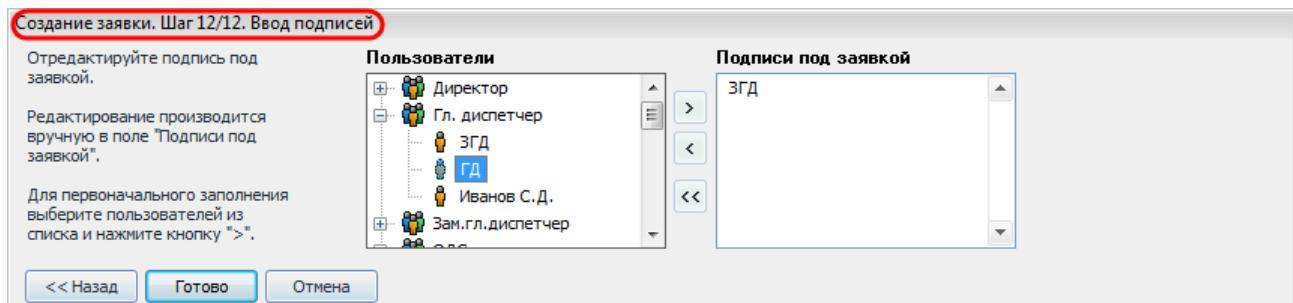

Рисунок 10.37 – Ввод подписи
- «Шаг 12/12. Ввод подписей». На данном шаге необходимо ввести подпись пользователя, подающего заявку (Рисунок 10.37). Пользователя можно выбрать из списка пользователей данного предприятия, либо ввести вручную (в случае создания заявки за «чужое» предприятие). Список формируется из пользователей, обладающих правом «Право последней подписи» или правом «Право подписи за службу».